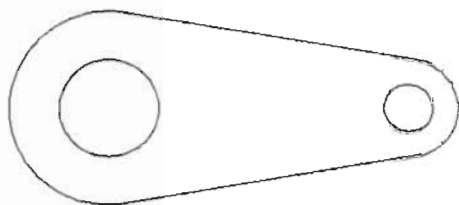

图 2-82
(9) 最后使用 `trim` 命令剪掉圆形多余的线段, 得到如图 2-82 所示的效果。具体操作方法将在后面的章节详细讲解。